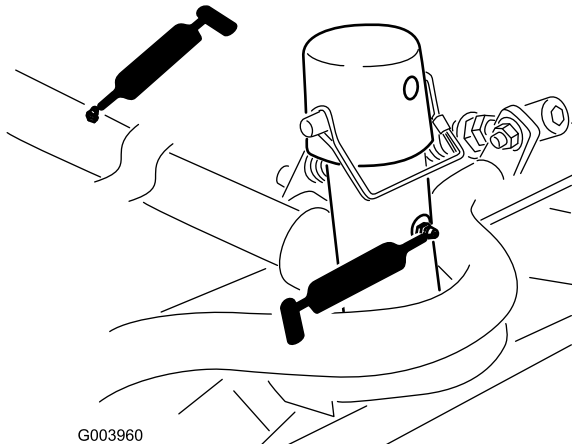

Рисунок 45
- Несущая рама и ось поворота режущего блока (по 2 шт.) (Рисунок 45)